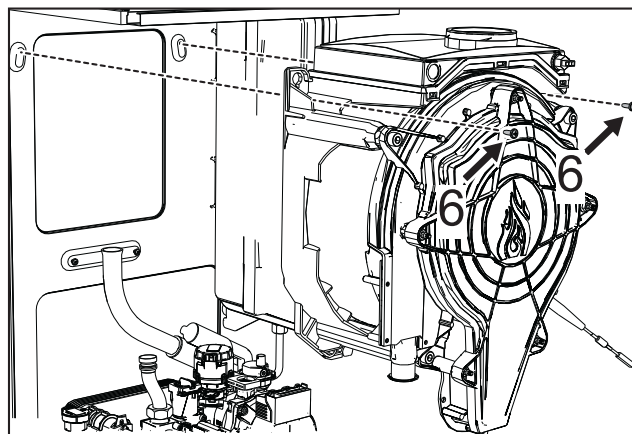

рис. 49
- Снимите 2 **верхних винта 6** крепления теплообменника к раме (рис. 49).